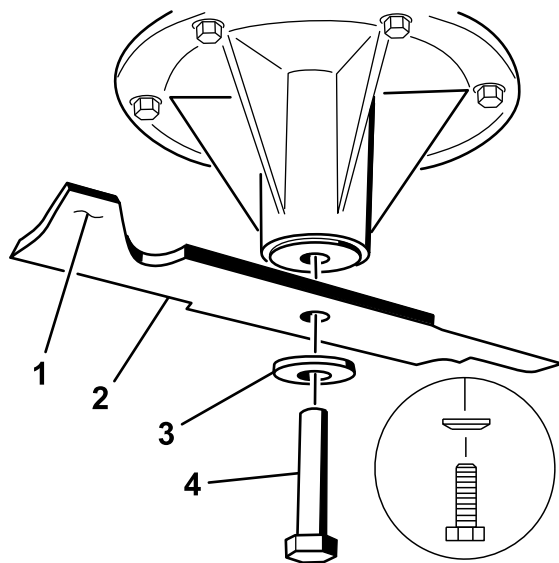
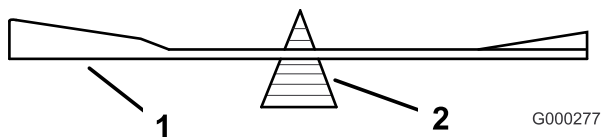

Figure 99
Figure 101
2. Enlevez de l'axe, le boulon, la rondelle bombée et la lame (Figure 99).
2. Vérifiez l'équilibre de la lame en la plaçant sur un équilibreur (Figure 101). Si la lame reste horizontale, elle est équilibrée et peut être utilisée. Si la lame est déséquilibrée, limez un peu l'extrémité de la partie relevée seulement (Figure 99). Répétez la procédure jusqu'à ce que la lame soit équilibrée.